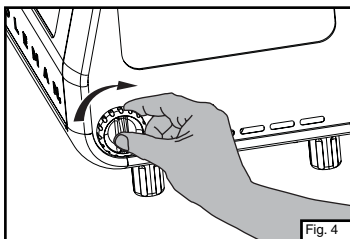

Fig. 4
- Réglez la commande à l'arrêt. (Fig. 4)